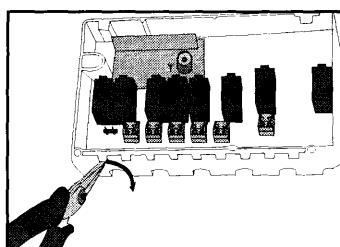

Fig. 3 Med en tang brækkes kanten forsigtig af for kabelgennemføring.
7. Trækaflastning placeres (se fig. 3 og 4)